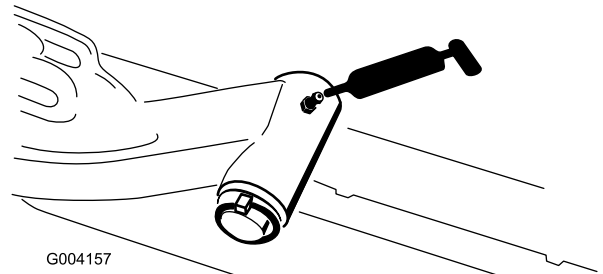

Figura 32
- Eje pivotante del brazo de elevación (1 en cada) (Figura 32)